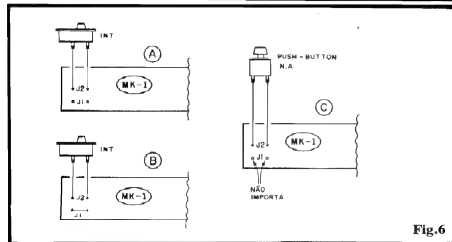

Fig. 6
- FIG. 6 - VARIAÇÕES NOS CONTROLES (MK1) - Independente da ação da chave geral de alimentação, o uso dos pontos de controle representados por "J1" e "J2" permitem algumas interessantes variações, plenamente utilizáveis pelo Hobbysta em função da aplicação final desejada para o circuitinho... Com a disposição sugerida em 6-A, ao ser ligado o interruptor extra, a melodia programada será executada apenas **uma vez**, do início ao fim, emudecendo ao final, **mesmo** que o tal
Qualquer das funções de chaveamento mostradas na fig. 6 (e mesmo a mera interrupção geral da alimentação, conforme fig. 4) pode